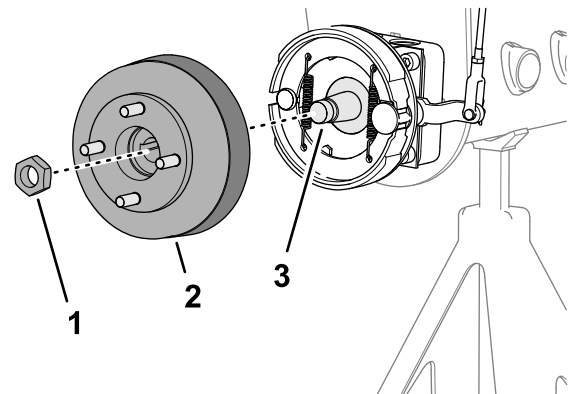
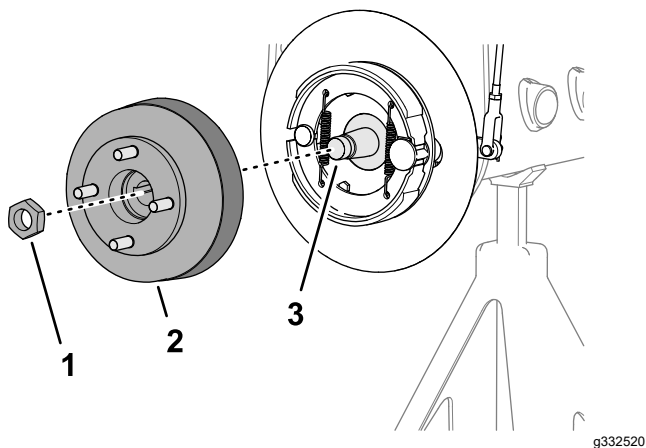

Figura 72
Figura 73
3. Monte el cubo de la rueda y el tambor de freno en el eje del motor de rueda (Figura 72 o Figura 73).
4. Sujete el cubo de la rueda al eje con la contratuerca (Figura 72 o Figura 73), y apriete a mano.